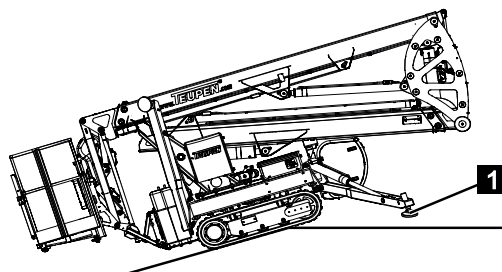

Fig. 77
4. Veiller à ce que les disques d'appui (Fig.77/1) ne touchent pas le sol si possible.